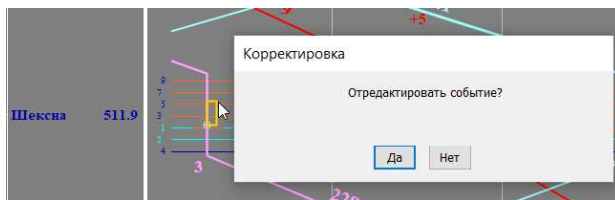
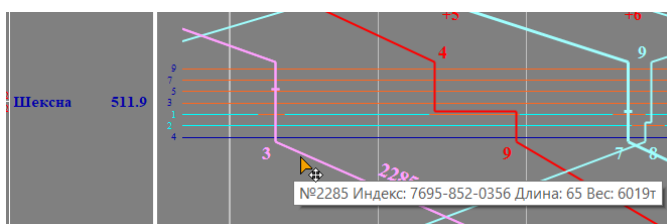

Рис.100. Указатель «мыши» переместился с 1 пути на 2, для изменения пути проследования
Рис.101. Путь проследования изменен с 1 на 5
3. Нажать на левую клавишу «мыши» и протянуть её путем вертикального перемещения указателя «мыши» до нужного пути проследования (см. рис. 100). Отпустить указатель «мыши»
4. Подтвердить редактирование события в появившемся окне (см. рис. 100). После этого событие будет изменено (см. рис. 101).